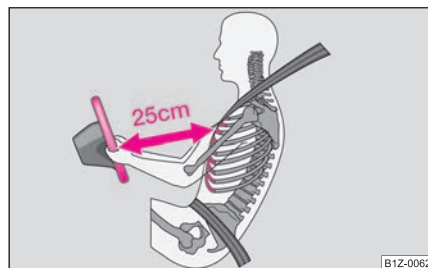

Fig. 116 Bonne distance par rapport au volant
- **Il est important que le conducteur et le passager avant soient au minimum à 25 cm du volant et du tableau de bord ⇒ fig. 116. Les airbags ne peuvent pas vous protéger si vous en êtes plus près - danger mortel! Les sièges avant et les appuie-tête doivent en outre toujours être ajustés en fonction de la taille des personnes.**